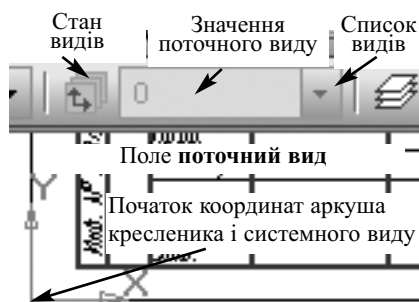

Рис.3.1. Засоби управління видами на Панелі поточного стану.
Для перемикання між існуючими видами використовується поле **Поточний вид** на *Панелі поточного стану*. До тих пір, поки в документі тільки один вид, використання цього поля заборонено — його вміст відображується блідим кольором (рис.3.1.).
- Зникне системний символ початку координат аркуша (рис.3.1) — системний вид під номером 0 вже не є поточним.